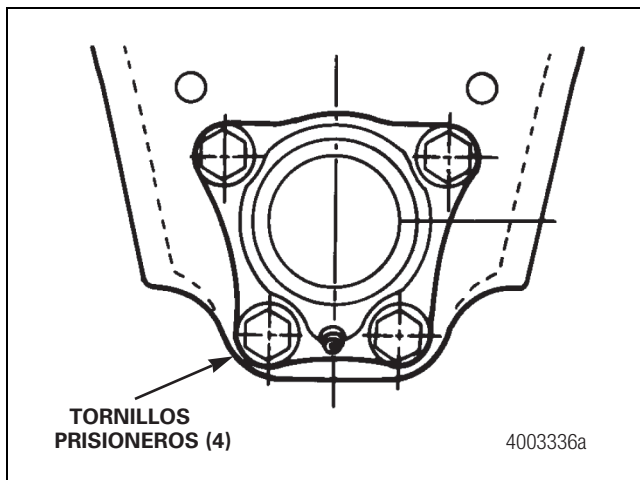

Figura 12.35
4. Apriete los cuatro tornillos prisioneros hasta 25-35 lb-pie (34-48 N•m). Figura 12.35.